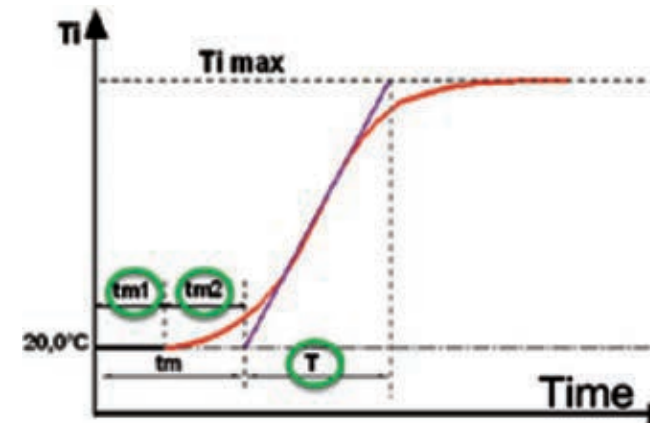

Рис. 3. Время задержки и постоянная времени
Качество управления (точность) напрямую зависит от временной задержки между отправкой информации в контроллер и способности контроллера изменять мощность, подаваемую в комнату. Задержки по времени в основном вызваны датчиком температуры окружающей среды (положение и внутренняя задержка), скоростью двигателя (от нескольких десятков секунд до нескольких минут) и инерцией теплообменника. Эти временные задержки обозначены $tm1, tm2...$ на графике рис. 3. Соотношение между общими временными задержками и постоянной времени комнаты (T) указывает на сложность управления.